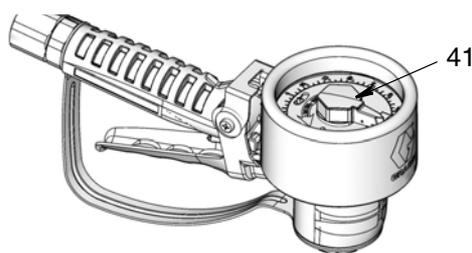

ABB. 8
Um kostspielige Beschädigungen des Dosiergeräts zu vermeiden, den Zeiger (41) (ABB. 8) eines Dosiergeräts mit Voreinstellung niemals zurück (im Uhrzeigersinn) drehen.